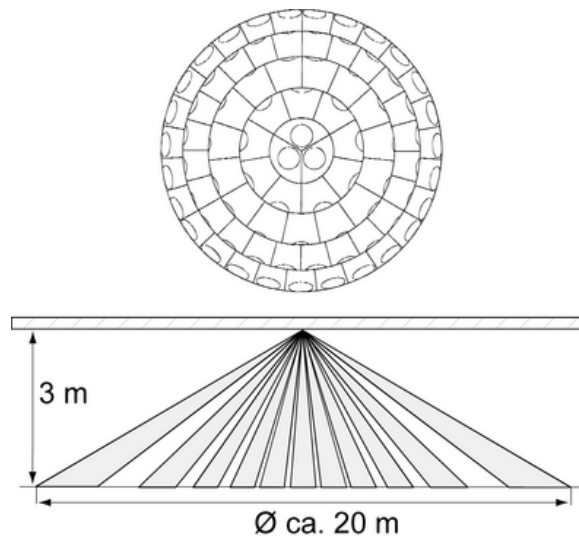
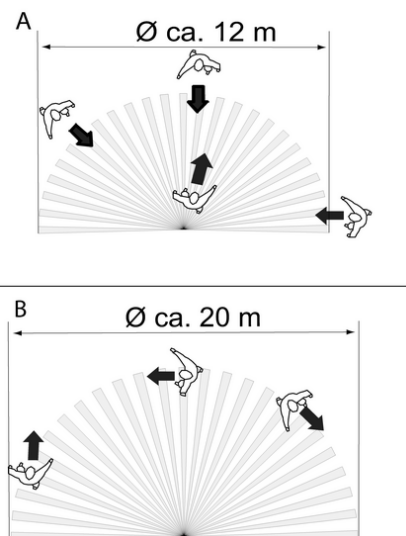

Figure 2: Fenêtre du capteur et zone de détection
Figure 3: Zone de détection en fonction du sens de la marche
Le détecteur de mouvement possède une zone de détection de 360° (figure 2). Le diamètre de la zone de détection dépend de la hauteur de montage et du sens de la marche des personnes dans la zone de détection (figure 3). À une hauteur de montage de 3 m, le diamètre maximal au sol est d'env. 12 à 20 m.
- i** Respecter le sens de la marche (figure 3). Les mouvements transversaux par rapport au détecteur de mouvement (figure B) sont plus facilement détectés que les mouvements en direction du détecteur de mouvement (figure A).